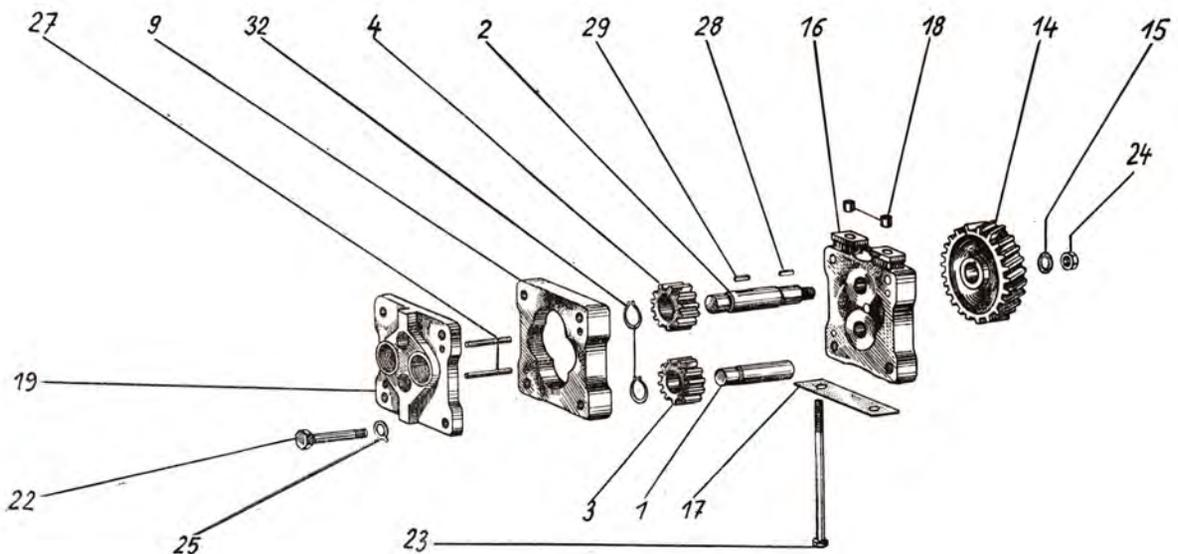
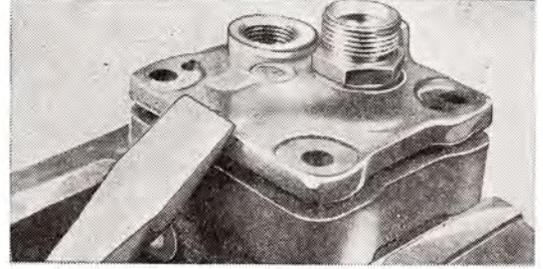

Abb. 12
Abb. 13
8. Zwei Schrauben M 10, welche die Pumpe an den Pumpenkasten festhalten (Abb. 12/23), sind zu ent-
3. Die Mutter M 10 (Abb. 12/24) ist abzuschrauben, die Sicherungsunterlage abzunehmen und das Rad von der Welle abzuziehen.
5. Vier Schrauben M 8 (Abb. 12/22) sind zu entsichern, auszuschrauben und die Sicherungsunterlagen sind abzunehmen.
6. Mit leichten Schlägen auf die Angusstücke des Pumpendeckels ist in Richtung nach oben (Abb. 13) der Deckel von den Zentrierstiften (Abb. 12/27) nach oben abzuschieben. Achtung auf die gelappten Flächen.
7. Das von der Steuerung angetriebene Zahnrad (Abb. 12/4) ist gleichzeitig mit der Welle (Abb. 12/2) leicht aus dem Pumpenkörper herauszuschieben. Das Zahnrad sitzt auf einer Feder (Abb. 12/29) und ist mit einer Seegersicherung (Abb. 12/32) gesichert.
8. Das angetriebene Zahnrad (Abb. 12/3) ist auf einem Bolzen (Abb. 12/1) gelagert, der in den Pumpendeckel eingepresst ist. Die Bolzenlänge wird durch einen Sicherungsring begrenzt.